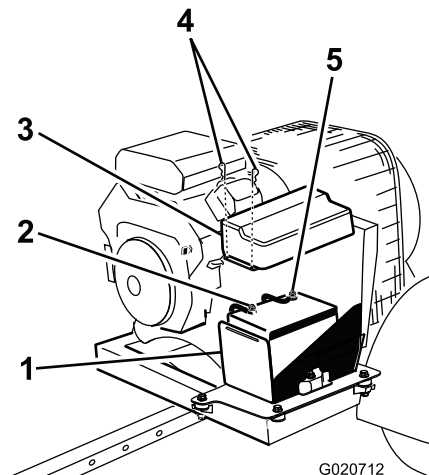

Figura 5
2. Collegare il cavo positivo (rosso) al morsetto positivo (+) (Figura 5).
3. Collegare il cavo negativo (nero) al morsetto negativo (-) della batteria (Figura 5).